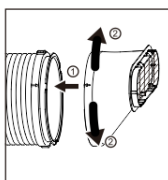

Fig.2
- 2) W ten sam sposób podłącz wylot węża i wąż ( Rys. 2).